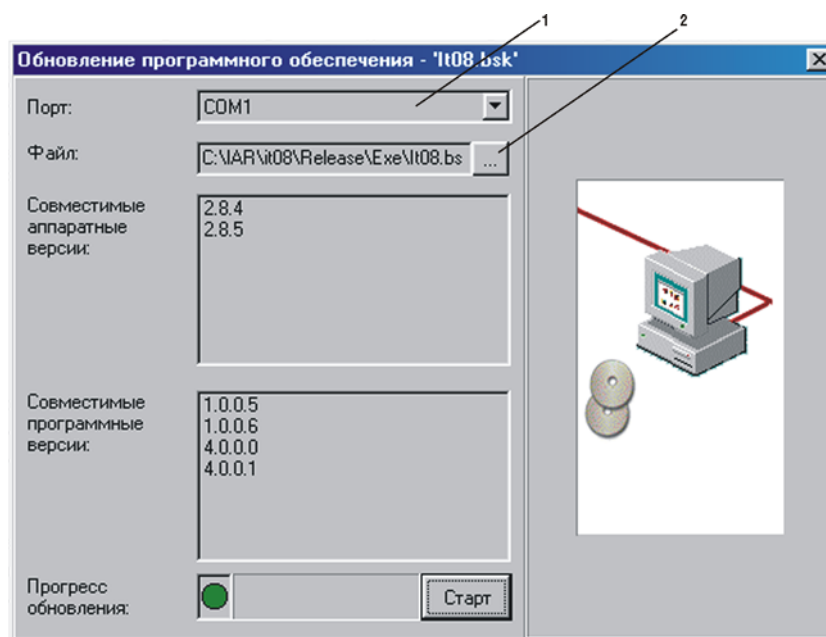

Рисунок 4.33
- г) запустите на своем компьютере программу «SoftLoader». Выберите последовательный порт компьютера, к которому подключен прибор, для этого нажмите левой кнопкой мышки в окне программы (поз. 1) на рис. 4.33;